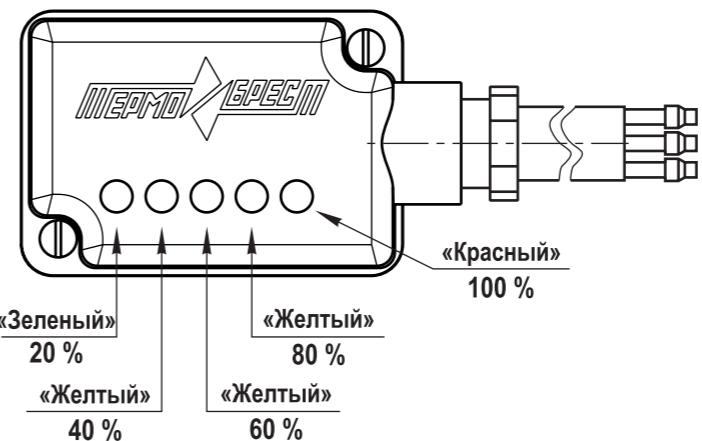
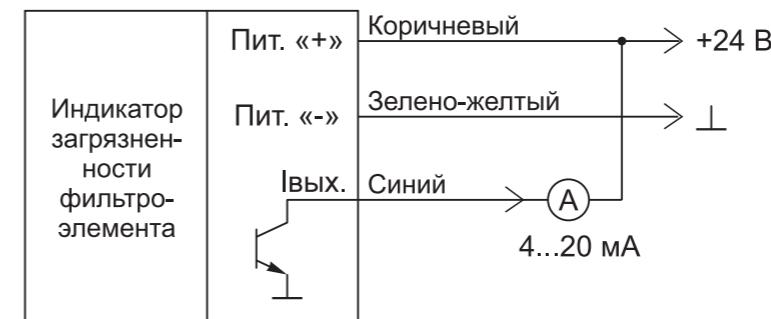

Рис. 10-45. Определение степени загрязненности по индикатору, работающему от сети
Рис. 10-46. Схема подключения индикатора, работающего от сети
- Для индикаторов, работающих от сети - см. рис. 10-45; (схема подключения - см. рис. 10-46);